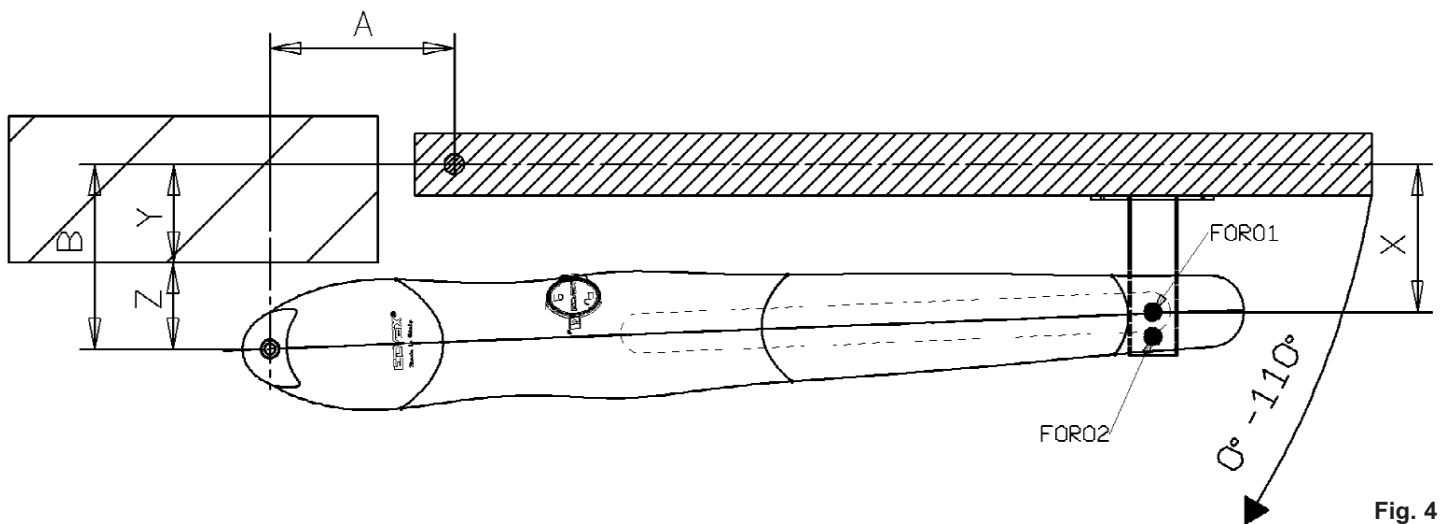

Fig. 4
- 2- Rilevare la misura B ottenuta dalla dimensione Y sommata alla quota Z degli interassi dei fori della staffa 1 - Fig. 4
- 3- Posizionare la staffa 1 alla misura A rilevata da tabella in base alla scelta dell'angolo di apertura e B - Fig. 4.
- 7- Per una corretta tenuta in chiusura il valore di X deve essere minore di B - Fig. 4